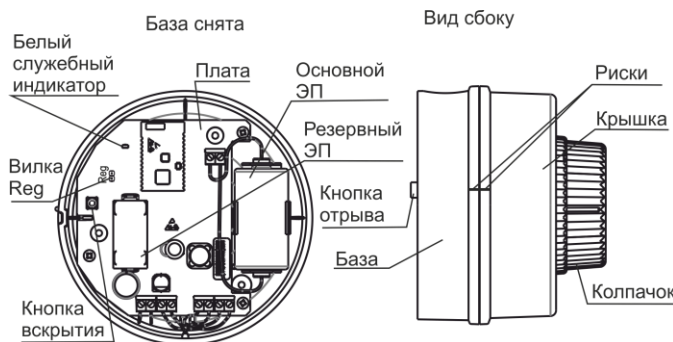

Рисунок 2
**4.1** Конструктивно СЗО выполнен в виде блока со съемной крышкой, на которой крепится колпачок. Внутри блока смонтированы пьезоэлектрический излучатель звука и печатная плата с радиоэлементами и ЭП (рисунок 2).